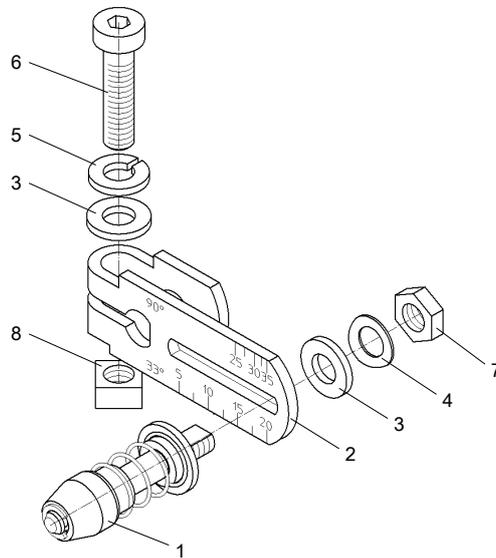

Рис. 9: Рычаг установлен
1. Рис. 9: С помощью предварительно установленного рычага настроить штифт (1) на указанное на приводе значение диапазона хода или, если таковое отсутствует на шкале, на ближайшее большее значение. Если вы не уверены относительно фактического хода привода (пневматические сервоприводы часто имеют запас хода), следует выбрать ближайшее большее значение. Центр штифта должен указывать на градуировочную отметку на рычаге. Такое же значение можно настроить позже при вводе в эксплуатацию с помощью параметра "3.YWAY", чтобы после инициализации отображать ход в мм.